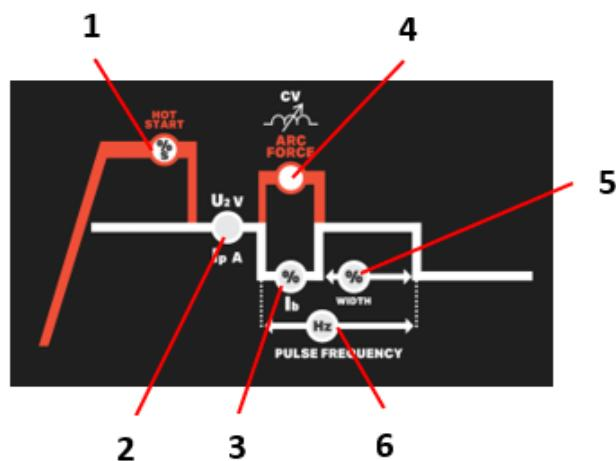

Fig. 1 – Parâmetros MMA
Para a DC 164 e DC 204 (Ver os itens na Fig. 1 A)
Para a DC 224 (Ver os itens na Fig. 1 B)
- Ajustar o valor de corrente ao diâmetro do elétrodo (Fig.1 - 2), de acordo com a seguinte tabela, para regular as máquinas de acordo com o elétrodo a utilizar e iniciar a soldadura
Para a DC 224 (Ver os Itens na Fig. 1 B)